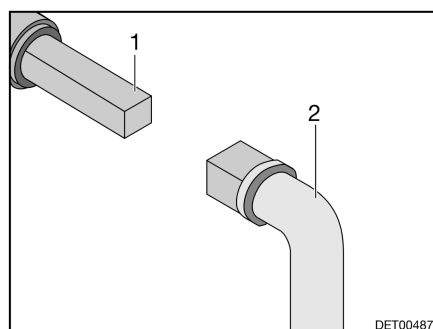

Fig. 86 Utilisation du robinet d'évacuation des eaux usées
- Insérer la clé (Fig. 86,2) sur la vis à quatre pans (Fig. 86,1).